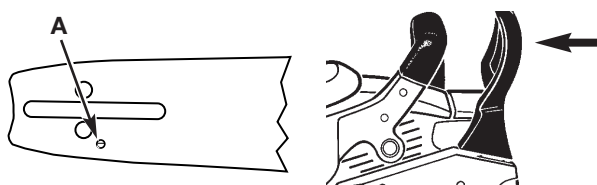

Fig. 21
MISE EN GARDE: Pour s'assurer que la chaîne et guide-chaîne soient huilés, UTILISER EXCLUSIVEMENT LE TYPE DE GUIDE-CHAÎNE D ORIGINE ayant un orifice pour huile (A) comme illustré ci-dessus (Fig. 21).
1. Assurez-vous que le levier du Chain Brake® n'est PAS ENGAGÉ (Fig. 21).